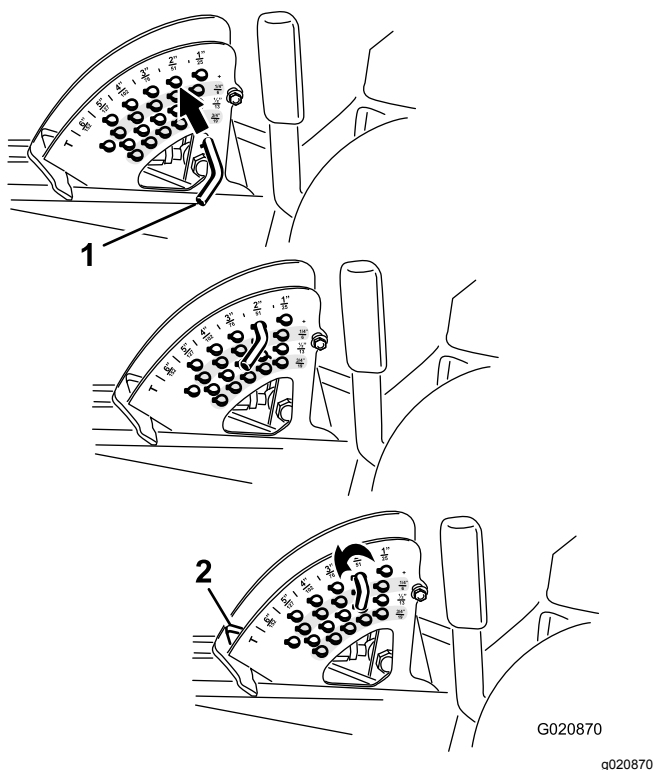

Figure 21
Remarque: Pour bloquer le tablier de coupe en position relevée, relevez-le au-delà de la position 15 cm (6 po), retirez la goupille de butée de hauteur de coupe (voir Réglage de la hauteur de coupe \(page 25\)) et insérez-la à la position 15 cm (6 po) (Figure 21).
2. Pour régler la hauteur de coupe, tournez la goupille de butée jusqu'à ce que la goupille cylindrique située à l'intérieur soit alignée sur les trous du support de hauteur de coupe et déposez-le (Figure 21).
3. Placez la goupille dans le trou du support correspondant à la hauteur de coupe voulue et tournez-la pour la verrouiller en place (Figure 21).
Remarque: Il y a 4 rangées de trous (Figure 21). La première rangée donne la hauteur de coupe indiquée au-dessus de la goupille. La deuxième rangée donne la hauteur indiquée plus 6 mm ($\frac{1}{4}$ po). La troisième rangée donne la hauteur indiquée plus 12 mm ($\frac{1}{2}$ po). La dernière rangée donne la hauteur indiquée plus 18 mm ($\frac{3}{4}$ po). Un seul trou, situé dans la deuxième rangée, correspond à la hauteur de 15,8 cm (6 po). Il n'ajoute pas 6 mm ($\frac{1}{4}$ po) à la hauteur de 15,8 cm (6 po).